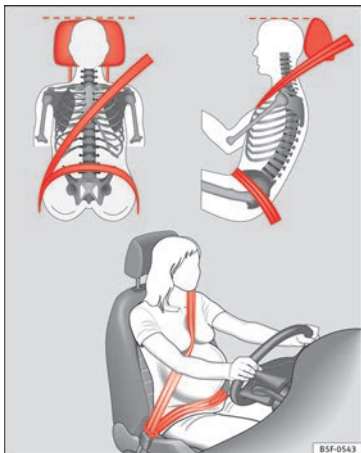

Fig. 11 Colocación de la banda del cinturón en la zona de los hombros y la pelvis y en el caso de mujeres embarazadas.
• La banda del hombro debe pasar aproximadamente por el centro del mismo, pero nunca sobre el cuello. El cinturón de seguridad debe quedar plano y bien ceñido a la parte superior del cuerpo » **fig. 11.**
de seguridad debe quedar plano y bien ceñido a la pelvis» **fig. 11**. En caso necesario habrá que tirar un poco de la banda.